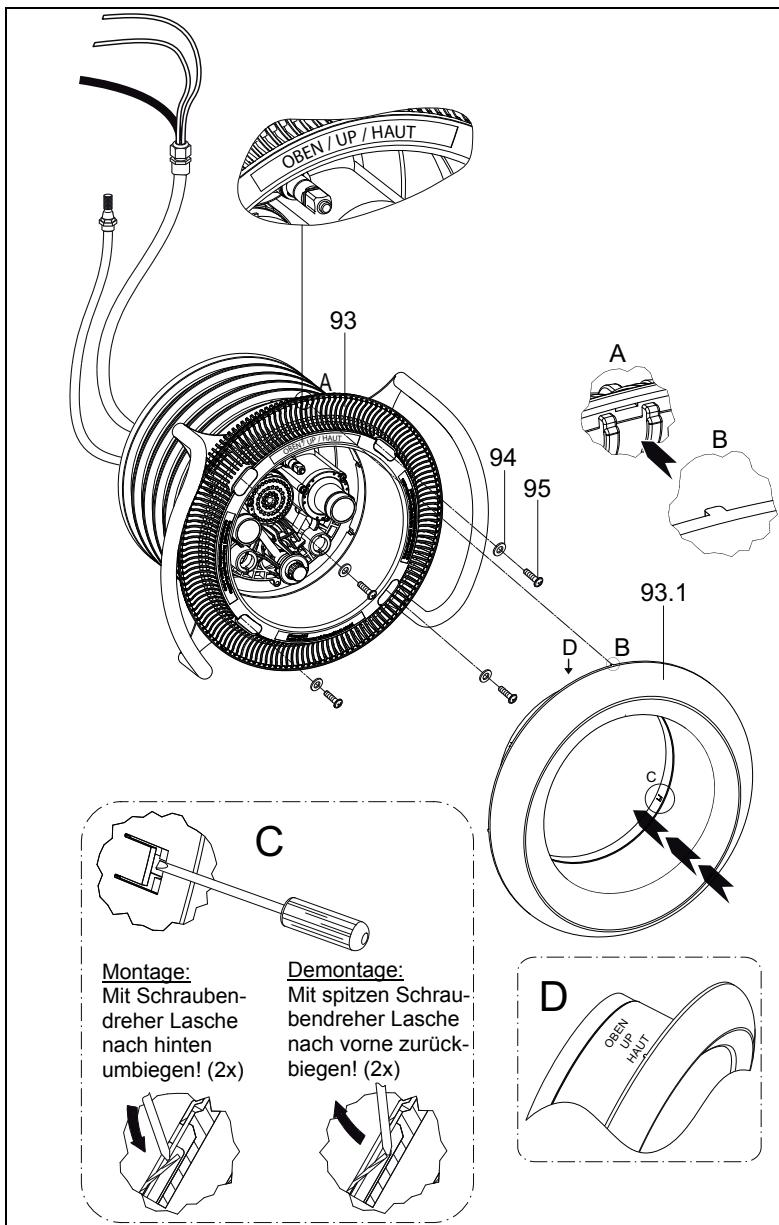

Abb. 11
8. Ansaugblende (**93**) auf dem Spannring (**28**) ansetzen und mit vier Unterlegscheiben (**94**) und vier Schneidschrauben (**95**) befestigen (Abb. 11). Auf Einbaulage achten!
9. Edelstahlblende (**93.1**) mit den vorstehenden Zentriernoppen auf den vorhandenen Aussparungen der Ansaugblende (**93**) ausrichten und von Hand aneinanderpressen. Markierung "OBEN" auf der Edelstahlblende beachten. Zur Arretierung der Blende die zwei seitlichen Biegetaschen mit einem Schraubendreher nach hinten umbiegen (Abb.11).